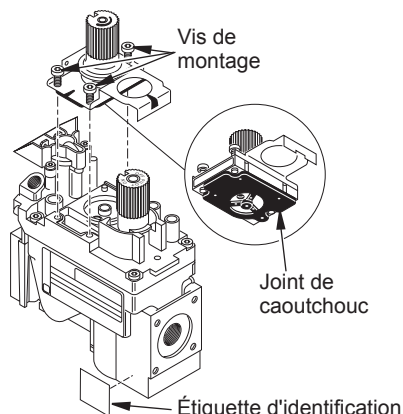

Figure 48 - Installation de pièces neuves pour la conversion de la vanne de contrôle du gaz
2. Assurez-vous que le joint de caoutchouc est bien positionné sur le nouvel assemblage du détendeur. Installez l'assemblage neuf du détendeur sur la vanne à l'aide des vis de montage neuves fournies avec le prêt-à-monter. Serrez bien les vis (environ 25 po/lb). Voir figure 48.
3. Posez l'étiquette d'identification, comprise avec le détendeur de la vanne de gaz, sur le corps de la vanne, à un endroit visible (voir figure 48).